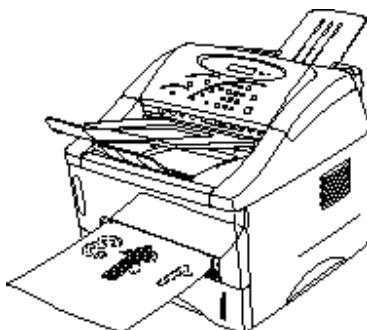

图 2-20
- (1) 在打印驱动程序中选择手动双面打印方式和手动送纸方式;
- (2) 双手拿住打印纸放进手动进纸槽中, 将欲打印的一面朝上, 然后根据计算机屏幕的提示进行操作;
- (3) 重复第 (2) 步，直到打印完所有的偶数页；
- (4) 从出纸托盘上拿走打印好的文稿；
- (5) 将单面打印好的纸张重新按顺序放入手动进纸槽，放纸时将欲打印的那一面（空白面）朝上，页面的顶端朝向打印机，根据计算机屏幕的提示进行操作（图 2-20）；
- (6) 重复上面第 (5) 步，直到打印完所有的奇数页。